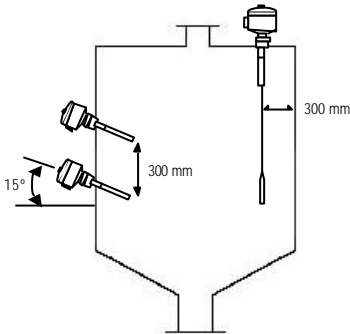

Fig. 1a
- 3) No monitoramento de produtos granulados ou pós, procure instalar a chave com uma inclinação de aproximadamente 15° em relação à horizontal (observe a Fig. 1a).
- 6) Procure instalar a chave a uma distância mínima de 300 mm de qualquer parede, peça metálica ou outra chave (Fig. 1a).